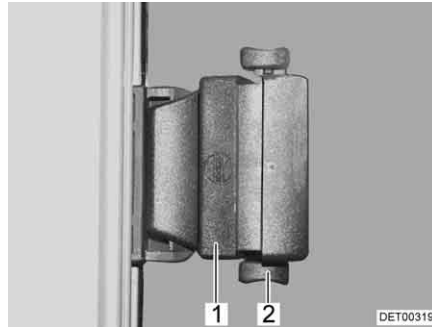

Fig. 98 Ventana corredera con bloqueo a presión
- Soltar el bloqueo (Fig. 98,2).
- Presionar el tirador (Fig. 98,1) y, al mismo tiempo, empujarlo hacia adelante o hacia atrás.